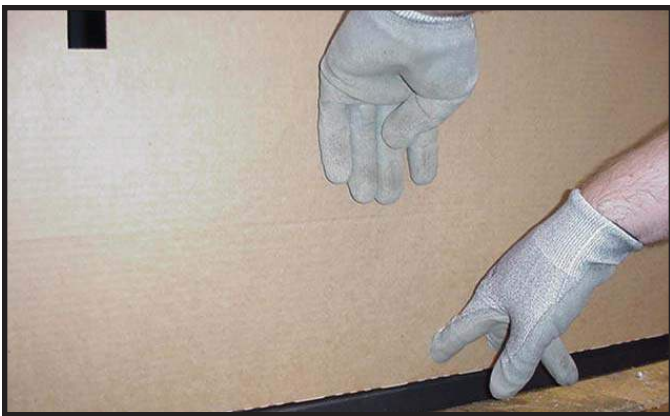

Figure 13.7
Étape 6. Pour ouvrir le panneau d'accès inférieur de l'écran anti-éclaboussures, placer une main au-dessus de la ligne marquée et les deux doigts de l'autre main dans les orifices ronds situés à l'avant de l'écran anti-éclaboussures. Voir Figure 13.7. Sortir le panneau en tirant et le plier vers le haut comme illustré à la Figure 13.8. Dégager les languettes à gauche et à droite au bas de l'écran anti-éclaboussures et les introduire dans les orifices carrés. Les languettes traversent maintenant la face avant de l'écran anti-éclaboussures. Pliez-les soigneusement vers le bas. Voir Figure 13.9.